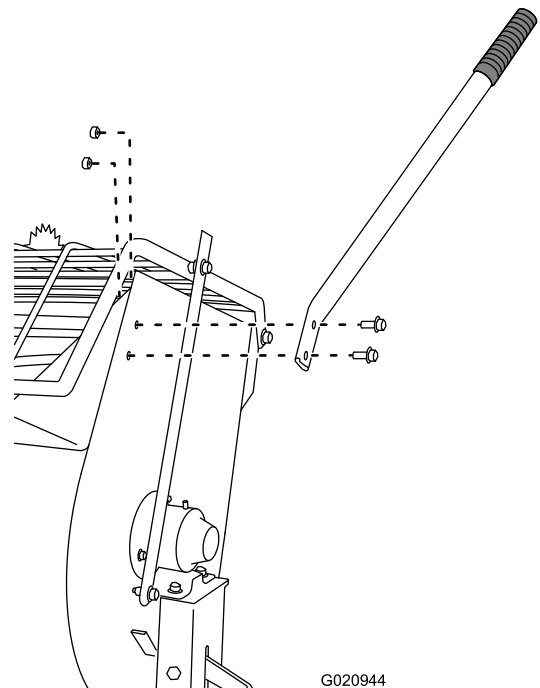

Figura 3
2. Posicione la palanca de volteo de modo que los taladros estén alineados con los taladros del tambor (Figura 3).
3. Introduzca los 2 pernos a través de los taladros de la palanca de volteo y del tambor (Figura 3).